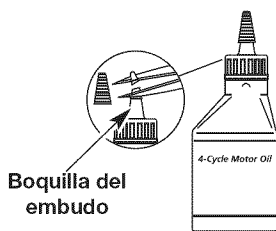

Fig. 6
Su unidad trae una botella de aceite SAE 30 SF, SG, SH de 60 ml (2,2 fl.oz.) (Fig. 6).
- Desenrosque la tapa de la botella de aceite y retire el sello de papel que cubre la apertura. Vuelva a colocar la tapa. Corte la punta de la boquilla del embudo (Fig. 6).